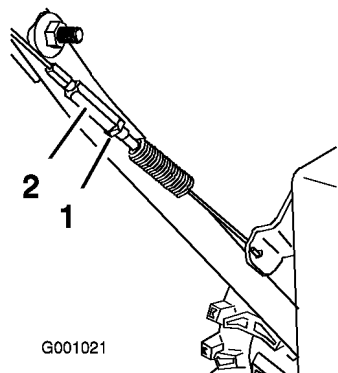

Figure 37
3. Resserrez l'écrou de blocage (Figure 37).